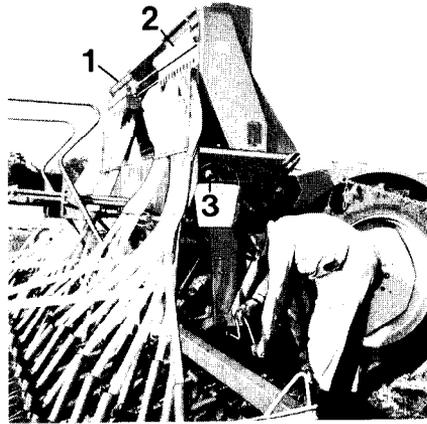

Abbildung 20
4. Die Kunststoffschieber, die als Deckel (Abb. 20/1) auf dem Verteiler angebracht sind, in die Schlitz unterhalb der Särräder einschieben (Abb. 20/2), dadurch wird das Saatgut zu den Ausläufen (rechts und links am Behälter) umgelenkt.
5. Je einen Eimer unter diese Ausläufe (Abb. 20/3) hängen. Die Abdrehkurbel, die rechts am unteren Behälterteil befestigt ist, auf die Laufradachse stecken und einige Male durchdrehen, bis alle Särräder fördern.
6. Die beiden Eimer in den Vorratsbehälter entleeren und wieder unter die Auslauföffnungen hängen (Abb. 20/3).
9. Ist die richtige Menge eingestellt, beide Kunststoffschieber (Abb. 20/2) herausziehen und wieder auf dem Verteiler (Abb. 20/1) befestigen.